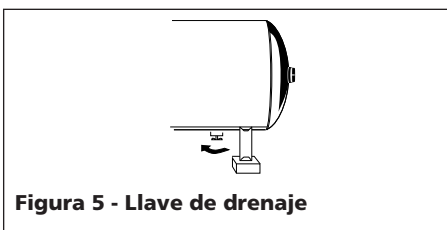

Figura 5 - Llave de drenaje
- a. Abra la llave de drenaje del tanque y deje que el compresor funcione durante 60 minutos sin carga (Vea la Figura 5).
Drene el tanque (Vea la Figura 5)	●